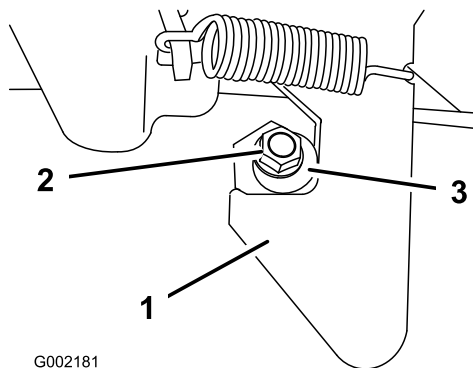

図 67
1. ラッチポストの端についているロックナットをゆるめる 図 67。
2. ラッチポストを右回りに回転させてラッチのフック部にちょうど嵌るようにする 図 67。